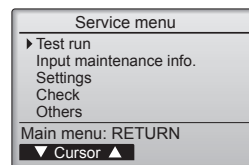

Fig. 7-1
1. Seleccione "Test run" (Modo prueba) desde el Menú principal, y pulse el botón [SELECT/HOLD]. (Fig. 7-1)